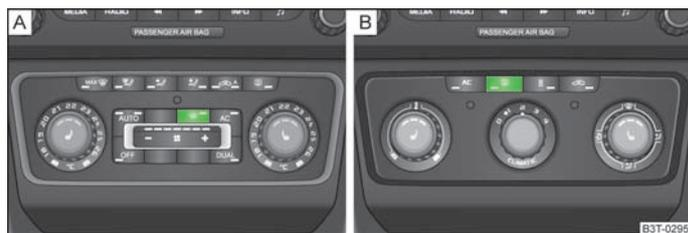

Fig. 45 Interruptor para o aquecimento do pára-brisas / interruptor para o aquecimento do vidro traseiro
- O aquecimento do pára-brisas é ligado ou desligado, pressionando o interruptor **(W)** » Fig. 45 - **A** - a luz de controlo no interruptor acende-se ou apaga-se.
- O aquecimento do vidro traseiro é ligado ou desligado, pressionando o interruptor **(R)** » Fig. 45 - **B** - a luz de controlo no interruptor acende-se ou apaga-se.